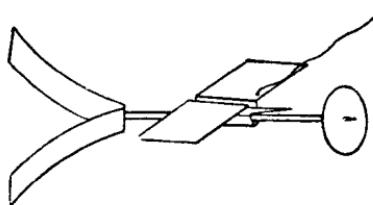

图 8
5. 把各零件套装在竹丝上就成图 8 的样子。尾翼可用钉书机钉住，也可用浆糊或胶水粘在竹丝上。这样，就做成了“响声飞机”。